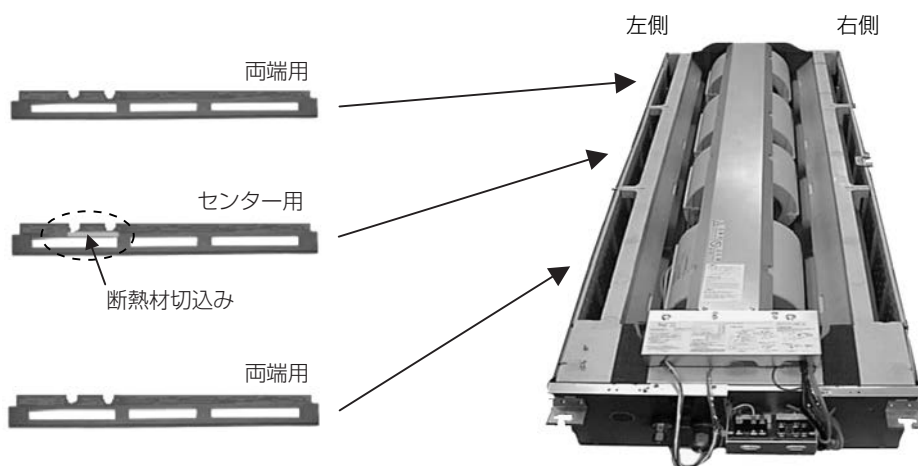

図4 吹き分けプレート取り付け位置説明図
(4) 吹き分けプレートの取り付けには位置の規制がありますので注意してください。(図4)